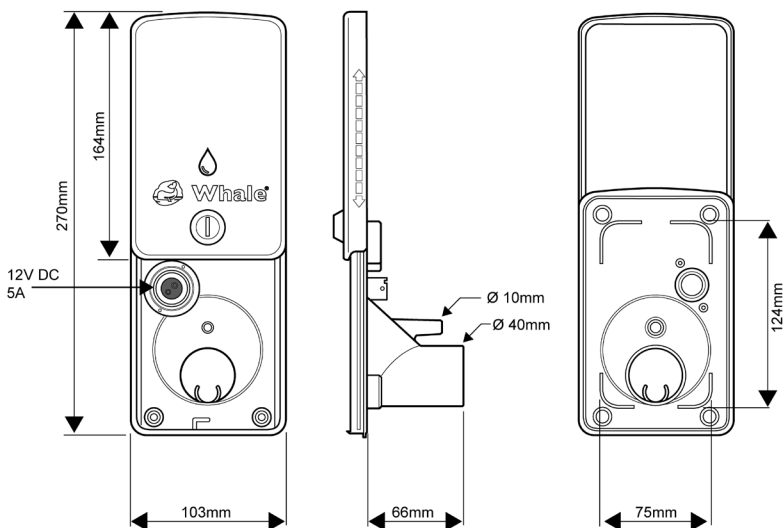

Figure 6. Onboard Tank Fill + 12V Socket Dimensional Drawings
- Ⓓ🇪 **Abbildung 6: Maßzeichnungen für Wassertank Füllstutzen + 12V-Anschlussdose**
- Ⓕ🇫🇷 **Figure 6. Schémas de principe de la bouchon de remplissage du réservoir embarqué + 12V**
- 🇪🇸 **Fig. 6. Dibujo dimensional de la llenado del depósito de a bordo + 12 V**
- Ⓐ🇳 **afb. 6. An boord tank vulling + 12V contactpunt, tekening met afmetingen**
- 🇸🇪 **Bild 6. Påfyllning av tanken + 12V uttag, dimensionsritningar**